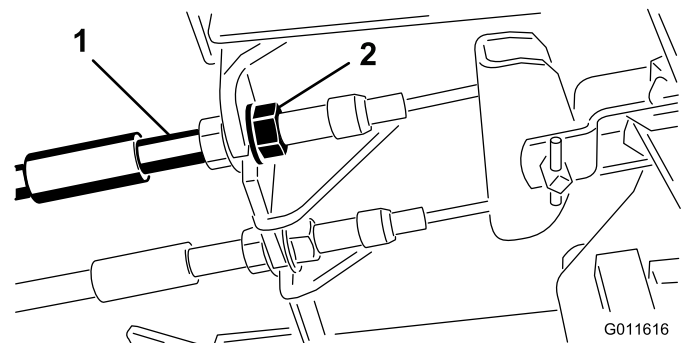

Рисунок 72
1. Чтобы уменьшить свободный ход тормозных педалей, затяните тормоза, ослабив переднюю гайку на резьбовом конце троса тормоза (Рисунок 72).